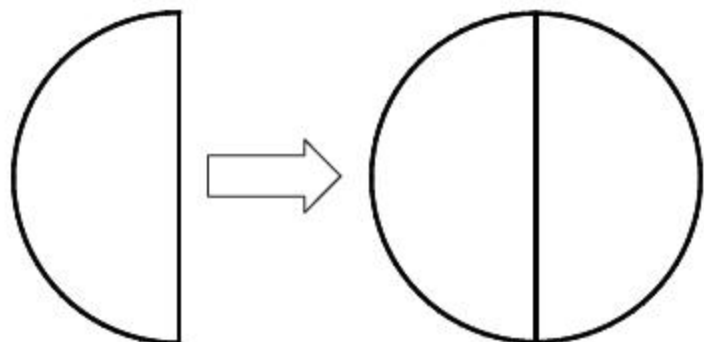

图4-66 旋转复制对象
- 复制: 创建要旋转的对象的副本, 即保留源对象, 效果如图4-66所示。命令行提示如下。